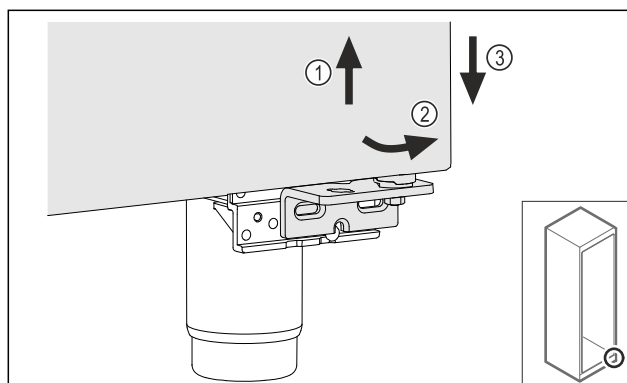

Fig. 19
- ▶ Deur iets optillen Fig. 19 (1), onderzijde naar voren kantelen Fig. 19 (2) en laten zakken Fig. 19 (3).